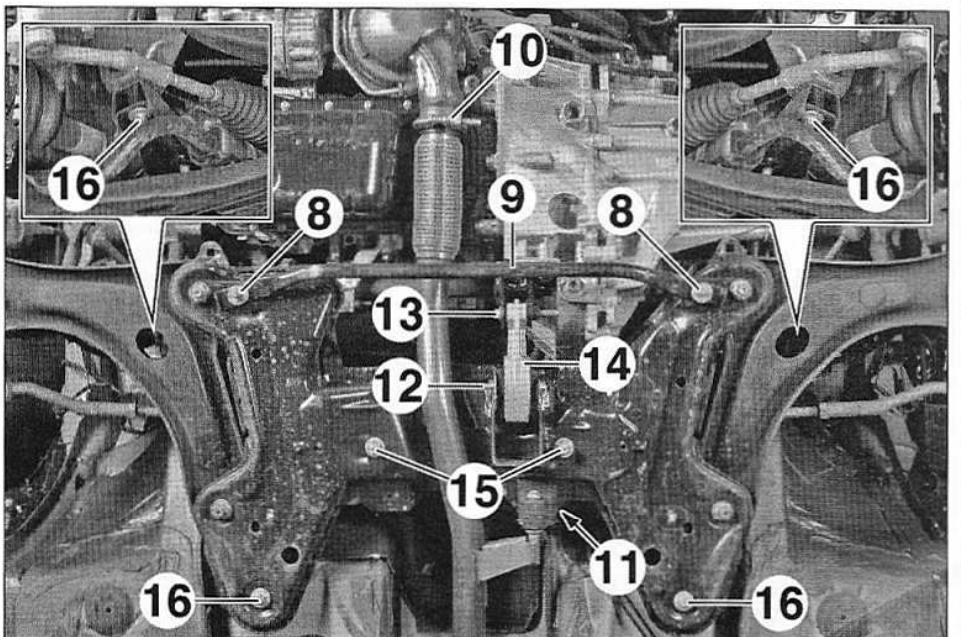

FIG.34
- Déposer (Fig.34) :
- les écrous (8),
- la barre antirapprochement (9).
- Desserrer le collier d'échappement (10).
- l'écrou (11) de support de la ligne d'échappement,